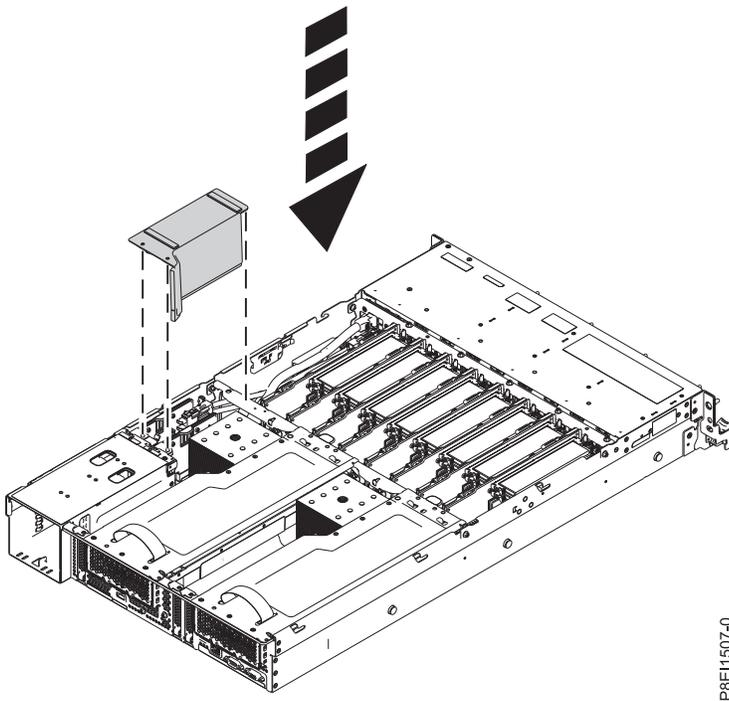

Figure 49. Installation du déflecteur d'air du connecteur de bus d'alimentation
4. Installez le déflecteur d'air du connecteur de bus d'alimentation. Voir figure 49, à la page 52. Assurez-vous que les trous du déflecteur d'air sont alignés sur les broches du système.